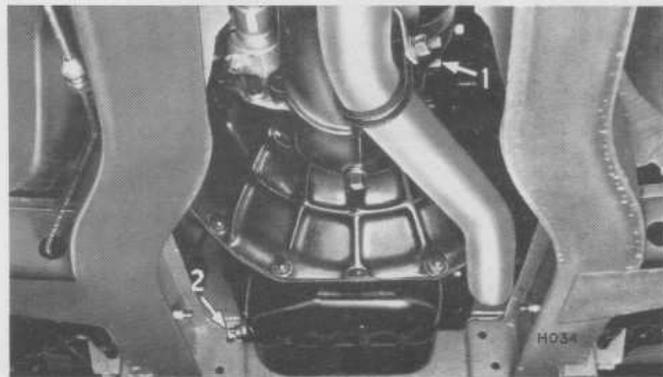

Fig. 73
Togliere il tappo (2), Fig. 73, per scaricare l'olio. Riposizionare il tappo, riempire al giusto livello con un olio corretto (Pagine 70 e 71) attraverso il tappo, Fig. 67.
#### RABBOCCAMENTO SCATOLA DEL CAMBIO/GRUPPO OVERDRIVE (Fig. 73)